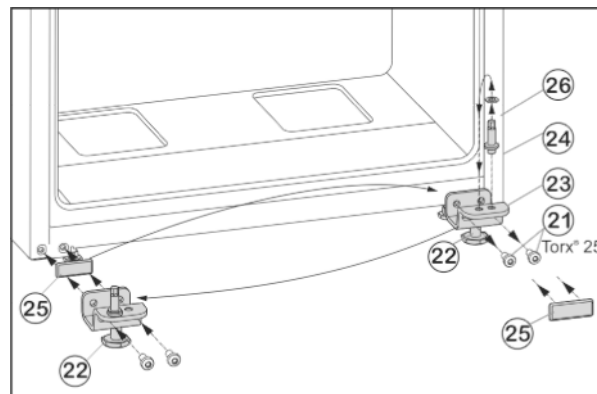

Fig. 6
- ▶ Bevestigingsbouten Fig. 6 (21) losschroeven.
- ▶ Lagerbuis onder Fig. 6 (23) volledig met lagerbouten Fig. 6 (24), schijf Fig. 6 (26) en stelvoet Fig. 6 (22), verwijderen.
- ▶ Lagerbouten Fig. 6 (24) volledig met schijf Fig. 6 (26) losschroeven, terugplaatsen in het tegenoverliggende opnamegat van het lagerbuis en weer vastschroeven.
- ▶ Afdekplaat Fig. 6 (25) voorzichtig verwijderen en terugplaatsen op de andere zijde.
- ▶ Lagerbuis onder Fig. 6 (23) volledig met lagerbouten Fig. 6 (24), schijf Fig. 6 (26) en stelvoet Fig. 6 (22) weer op de nieuwe scharnierzijde evt. met behulp van een accuboormachine **vastgeschroeven (met 4 Nm)**.
- ▶ Onderste deur van bovenaf op scharnieren Fig. 6 (24) plaatsen.
- ▶ Stelpoot Fig. 6 (22) van onderste scharnierblok Fig. 6 (23) eruit draaien, tot deze de vloer raakt.